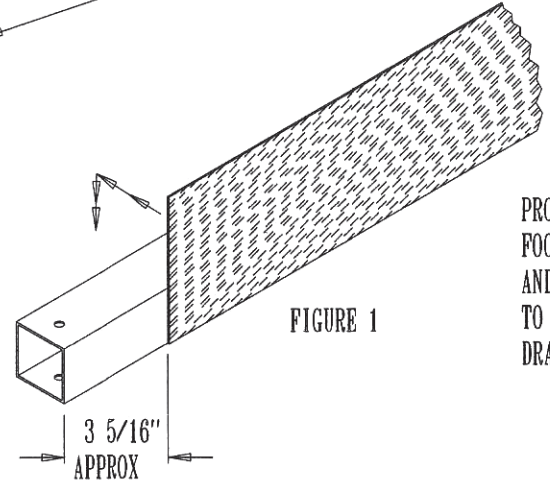

FIGURE 1
- 2) CENTER FOOTGUARD TAPE ALONG LENGTH OF FOOTREST TUBE STARTING AS SHOWN IN FIGURE 1